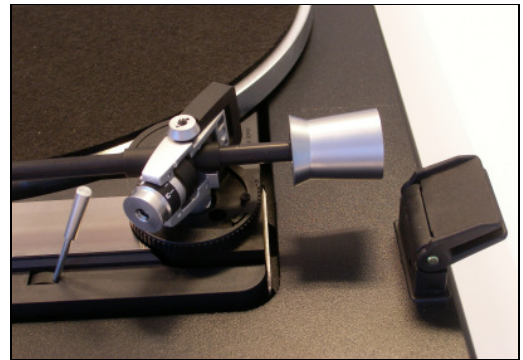

Fig. 5
Nun drehen Sie das Tonarm-Gegengewicht (3) auf das hintere Tonarmrohr (Fig. 5).
Screw the tonearm counter weight (3) onto the rear tonearm tube (Fig. 5).
Vissez maintenant le contrepoids du bras (3) sur l'extrémité arrière du bras de lecture (Fig. 5).